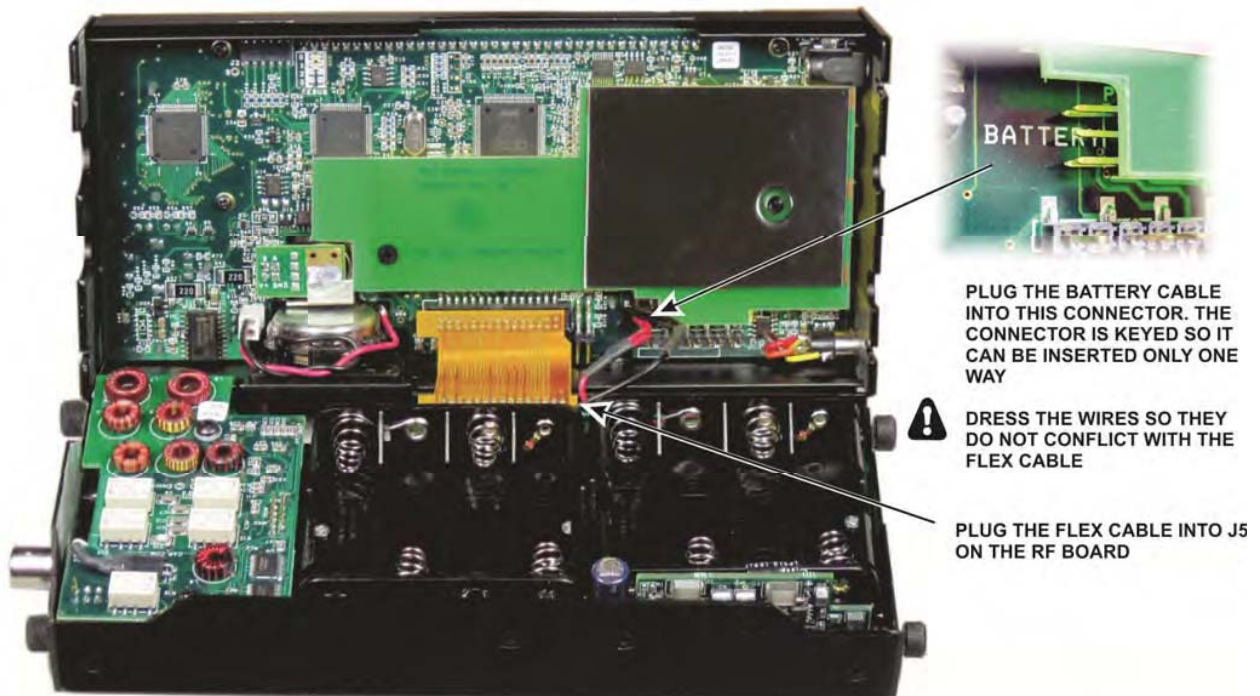

Figure 50. Plugging the Flex and Battery Cables into the CP Board.
□ 下カバーの隣の高度上空掩護会議をセットして、図50に示されるようなフレックス・ケーブルおよびバッテリー・ケーブルを接続してください。カバーが閉まっている時、それがバッテリー・ホルダーとCPボードの間でわなに掛けられないように示されるようなスピーカー上にスピーカー・ケーブルがまだ徹底的に打ち破られることを確認してください。